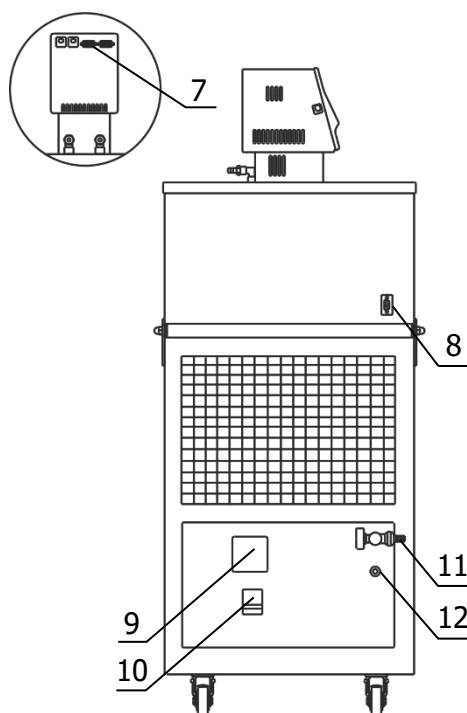

Рисунок 4 — Левая панель термостата
2.2.4 К переливному штуцеру 12 (рисунок 4) присоединить гибкий шланг, второй конец которого опустить в емкость для сбора излишков теплоносителя объемом 1,5-2 литра.
2.2.7 Вставить вилку сетевого кабеля блока регулирования в розетку 9 (рисунок 4). Соединить кабелем из комплекта поставки блок регулирования (разъем 7) и холодильную машину (разъем 8). Сетевой кабель термостата подключить к питающей сети напряжением 220 В. Для этого в лабораторном помещении должна быть установлена электрическая розетка из комплекта поставки термостата.
2.2.8 Автоматический выключатель 10 (рисунок 4) перевести в положение «включено».
2.2.9 Включить блок регулирования в соответствии с документом ТКЛШ 3.222.009-14 РЭ «Блок регулирования температуры погружной циркуляционный M12M серии МАСТЕР». При работе циркуляционного насоса уровень теплоносителя во внутренней ванне понизится. Доливать теплоноситель следует до тех пор, пока он не начнет переливаться через штуцер 12 (рисунок 4).
2.3.3 При работе термостата на температурах, близких к нижней границе диапазона регулирования необходимо доливать теплоноситель до момента слива его из переливного штуцера 12 (рисунок 4) при охлаждении термостата на каждые 10 °С.
- на короткое время перевести автоматический выключатель 10 (рисунок 4) в положение «выключено»;
2.4.4 Перед повторным запуском холодильной машины после наступления аварийной ситуации необходимо отключить питание термостата, для этого перевести автоматический выключатель 10 (рисунок 4) в положение «выключено».
2.5.2 Надеть сливной шланг из комплекта поставки на кран 11 (рисунок 4) и закрепить его хомутом. Свободный конец шланга опустить в емкость для сбора теплоносителя объемом, превышающим объем термостата.